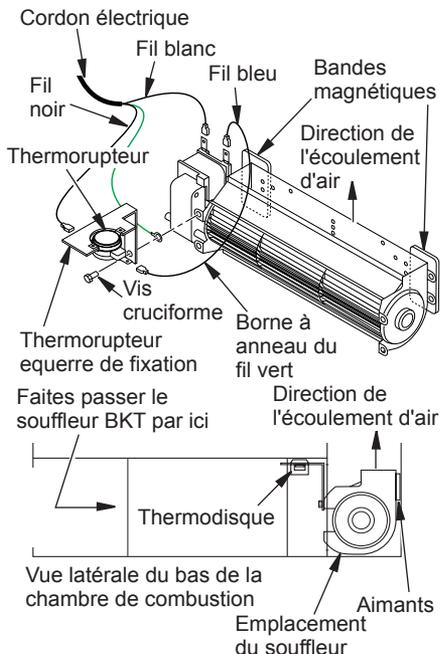

Figure 38 - Modèle de souffleur BKT
1. Placez le fil de terre vert avec la borne à anneau entre le trou inférieur sur le support de l'interrupteur et le trou supérieur de l'assemblage du souffleur. Enfoncez les vis cruciformes dans les trois pièces et serrez bien (voir figure 38).
3. Placez le souffleur contre la paroi arrière inférieure du boîtier externe de la chambre de combustion, avec la tête d'échappement vers le haut et le thermodisque près du bas du foyer. Le thermodisque doit être orienté près du bas du foyer comme illustré à la figure 38 pour bien mesurer la température et bien fonctionner. Le souffleur sera tenu en place contre la paroi arrière par les aimants intégrés au boîtier du souffleur (voir figure 38).